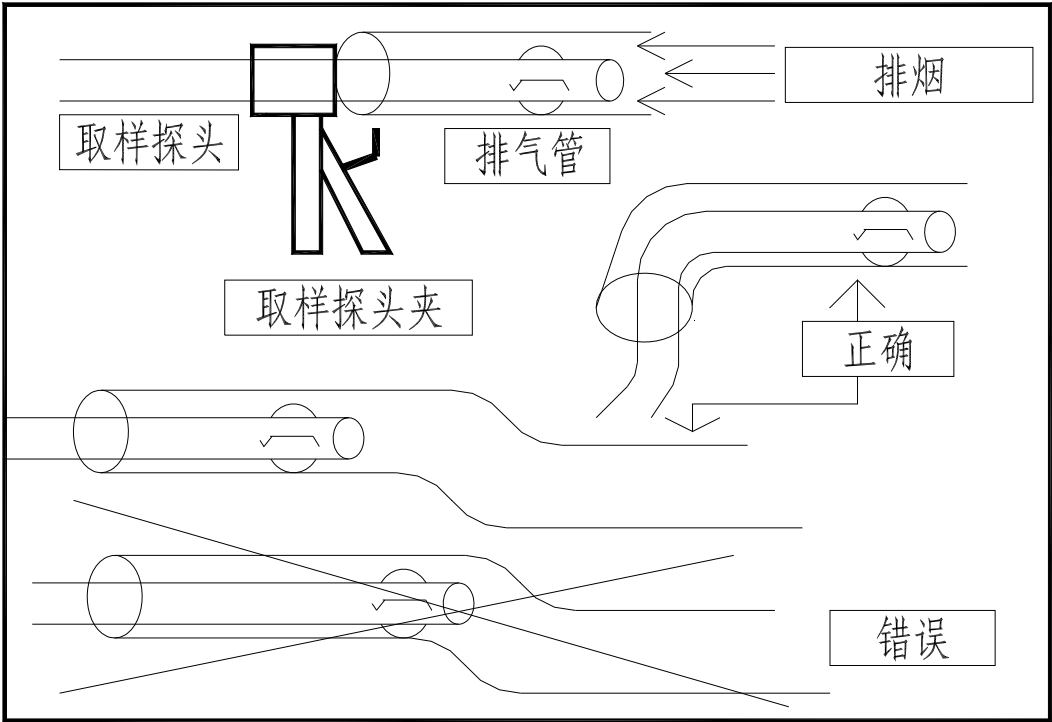

图 5-4 取样探头插入方式
5) 在将取样管插入车辆排气管前，应先将车辆油门连续踩下 2-3 次，使发动机内的烟炱全部排出，以便测量准确。将取样探头插入所测车辆的排气管时须注意：取样探头必须插入排气管内约 30cm，若排气管直线长度小于此长度，应尽可能插入接近此长度。应注意任何时候，不应使取样探头的管口被排气管内的弯曲处阻挡，以免影响测量结果(见图 5-4)。应保证取样探头插入方向与排气方向相一致。